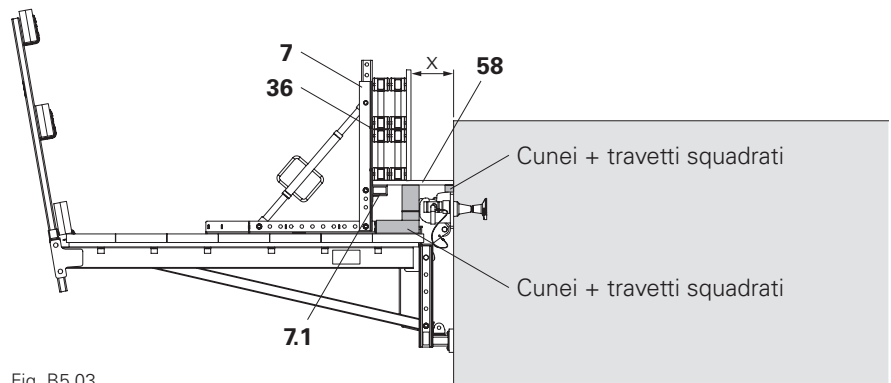

Fig. B5.03
2. Posare la cassaforma laterale sull'appoggio della trave (7.1) e sulla cassaforma di fondo e fissarla al montante cassaforma VGK 70 (7) con viti per legno (36). (Fig. B5.03)